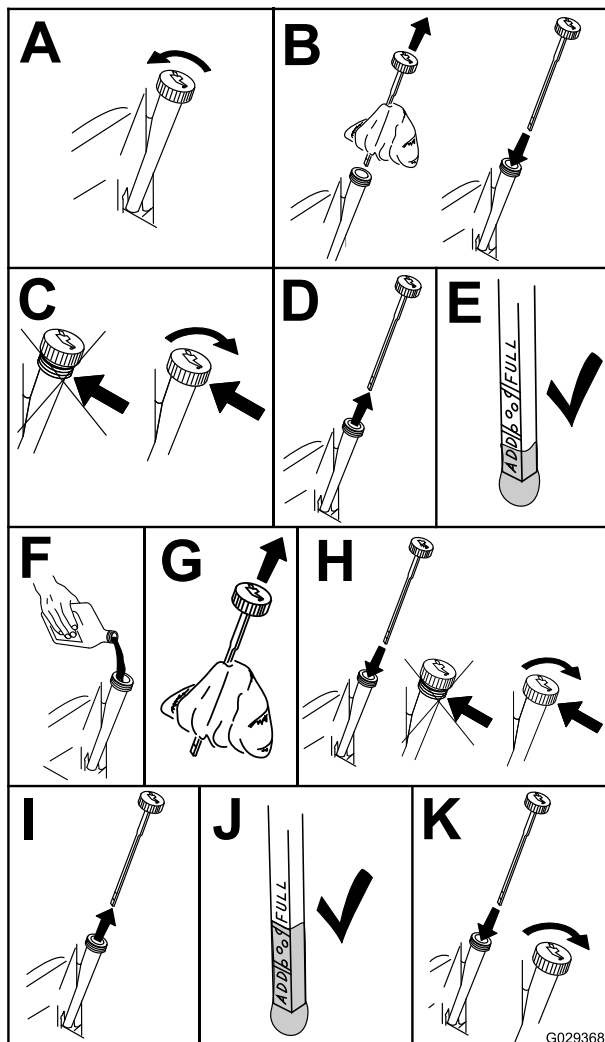

Figura 36
3. Para que no entre suciedad, recortes de hierba, etc., en el motor, limpie la zona alrededor del tapón de llenado/varilla de aceite antes de retirar éste (Figura 36).